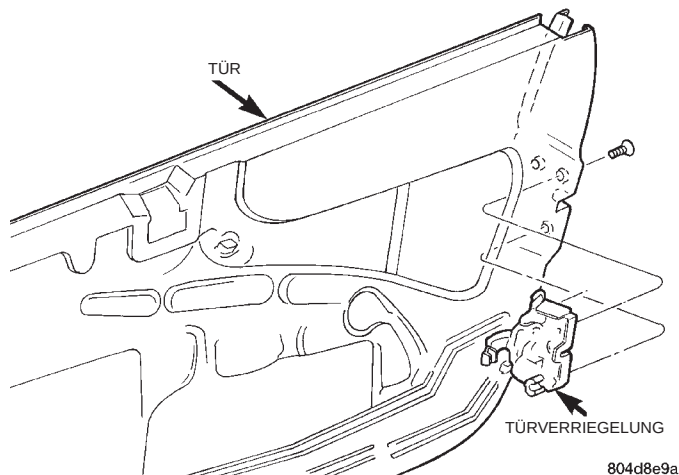

Abb. 32 Türverriegelung
(6) Je nach Ausstattung, den Steckverbinder vom Motor der elektrischen Türverriegelung abziehen.
(7) Befestigungsschrauben lösen, mit denen die Türverriegelung am Abschluß des Türrahmens befestigt ist (Abb. 32).
(8) Türverriegelung aus dem Fahrzeug nehmen.